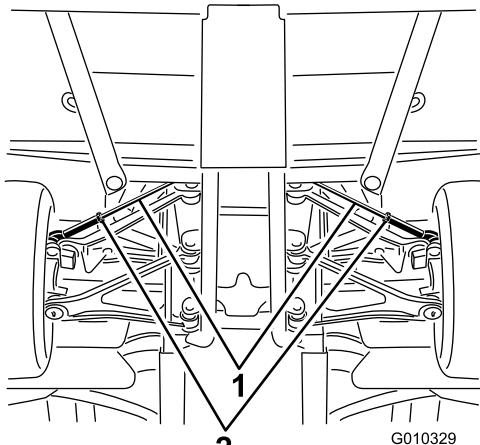

Figure 55
- A. Desserrez l'écrou de blocage au centre de la biellette (Figure 55)